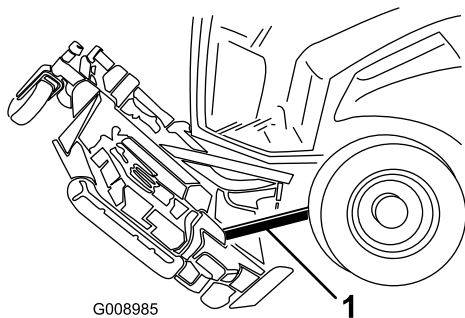

Рисунок 92
5. Поместите упорные колодки 2 x 4 между задней частью деки и машиной (Рисунок 92).